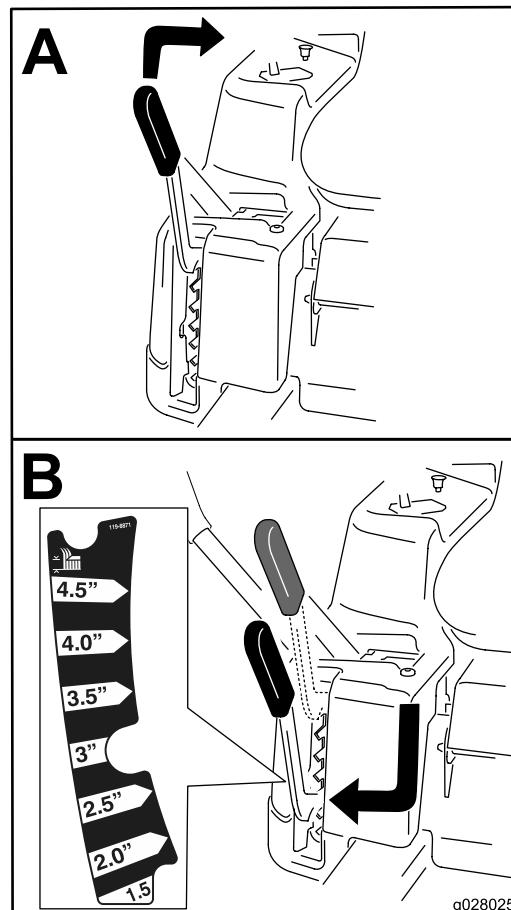

Figure 19
**Remarque:** La position de transport est la position de hauteur de coupe la plus élevée (115 mm [4,5 po]), comme montré à la Figure 19.
La hauteur de coupe est réglée par le levier situé à droite de la position de conduite (Figure 19).